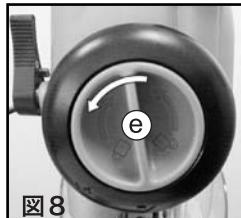

図8
- これでハンドルワインダーのロックが解除されました。(図8参照) プランジロックレバー⑨のロックがかかっていないことを確認してください。
1. プランジモードセレクター⑩を左に回してロックを解除します。(図8参照) この時プランジロックレバー⑨のロックがかかっていないことを確認してください。